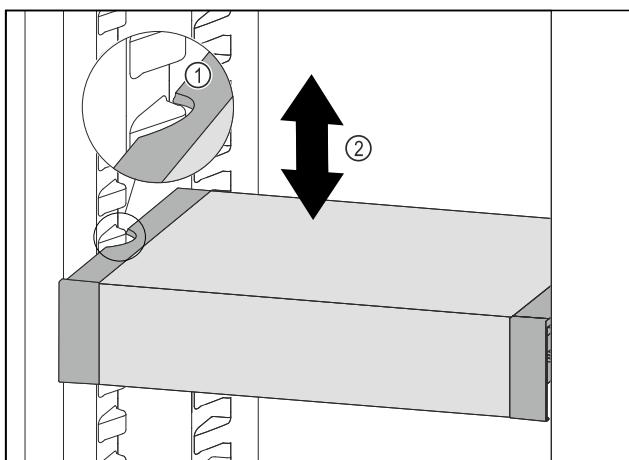

Fig. 86
- Trageți în față VarioSafe, până când degajările laterale ale VarioSafe se află la înălțimea nervurii recipientului din frigider. Fig. 86 (1)
- Mișcați în sus sau în jos VarioSafe în frigider, până când este atinsă înălțimea dorită. Fig. 86 (2)